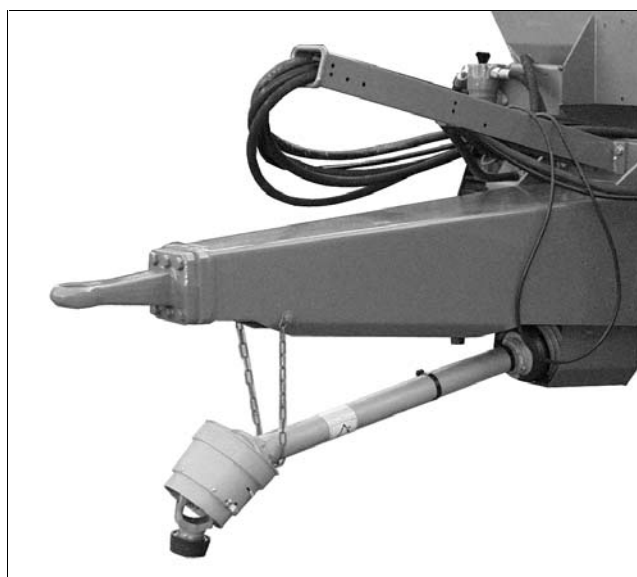

Fig. 19
3. Die Schutzrohre der Gelenkwelle sind mit Halteketten (Fig. 19) versehen, die am Schlepper und am **ZG-B** zu befestigen sind. Die Sicherungsketten verhindern das Mitdrehen der Schutzrohre bei laufender Gelenkwelle. Halteketten so an den vorgesehenen Bohrungen einhängen, dass ausreichender Schwenkbereich der Gelenkwelle in allen Betriebsstellungen gewährleistet ist und die Schutzrohre während des Betriebes nicht mitdrehen.